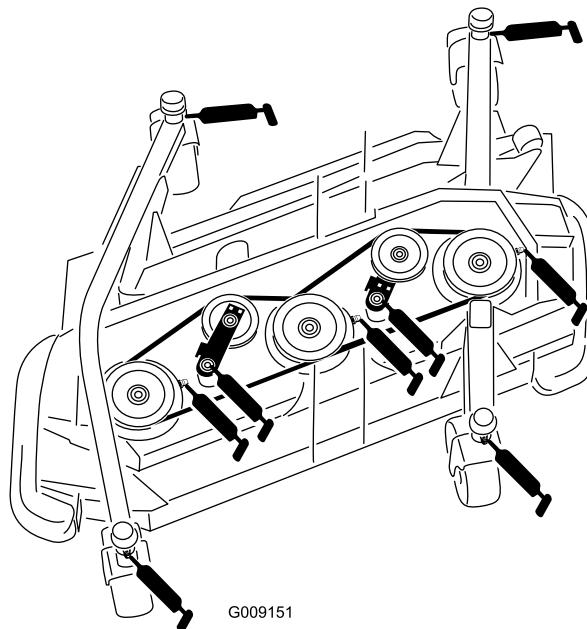

Figura 54
- 4 casquillos del eje de la horquilla de la rueda giratoria (Figura 54)
- 3 casquillos del eje de la rueda giratoria (ubicados en la carcasa) como se muestra en Figura 54
- 2 casquillos del pivote del brazo libre (ubicados en el eje del brazo libre) como se muestra en Figura 54